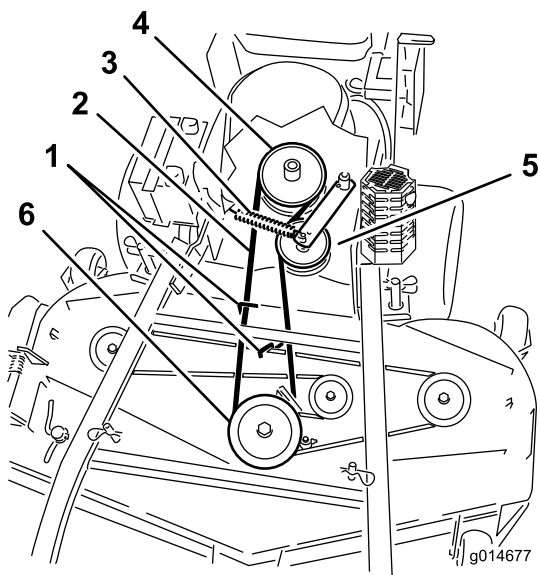
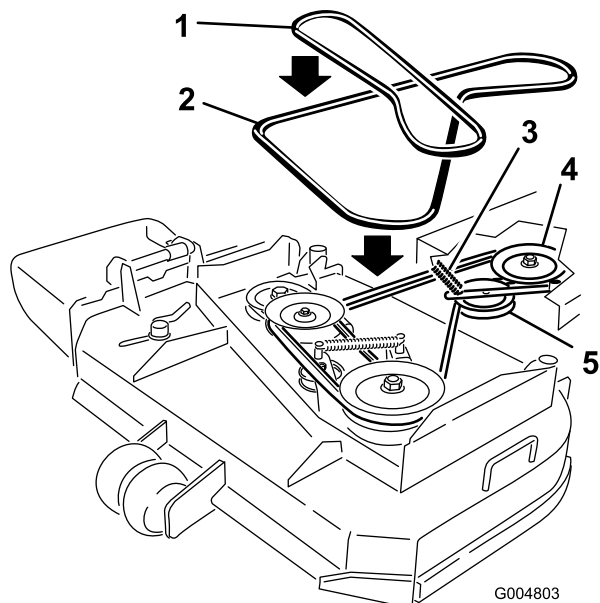

Figure 51
Figure 52
- Retirez la courroie de la poulie centrale sur le tablier de coupe (Figure 51). Reportez-vous à la Figure 52 pour enlever la courroie de la poulie gauche sur un tablier de coupe de 36 pouces. Procédez avec précaution lors du retrait de la courroie, car la tension est augmentée par la poulie de tension rappelée par ressort.
- Retirez la courroie de la poulie de moteur et la poulie de tension rappelée par ressort (Figure 51). Reportez-vous à la Figure 52 pour déposer la courroie des poulies sur le tablier de coupe de 36 pouces.
- Placez une courroie neuve sur la poulie de moteur et la poulie de tension rappelée par ressort (Figure 51).
- Installez la courroie sur la poulie centrale du tablier de coupe (Figure 51). Procédez avec précaution lors de la repose de la courroie, car la tension est augmentée par la poulie de tension rappelée par ressort. Reportez-vous à la Figure 52 pour installer la courroie sur la poulie gauche sur un tablier de coupe de 36 pouces.
- Réglez l'écartement entre le guide et la courroie à 3 mm (1/8 po) pour les tabliers de coupe de 48 pouces (Figure 51).